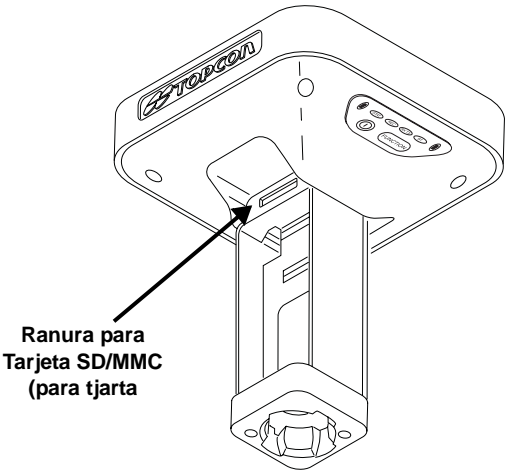

Figura 1-9. Ejemplo de Ranuras para Tarjetas del GR-3
**La ranura para tarjetas SD/MMC** se ubica a la izquierda de la MINTER dentro del compartimiento para baterías (Figura 1-9 en la página 1-20) y conecta una tarjeta opcional SD/MMC a la tarjeta del receptor para dotarlo de memoria. Una vez instalada, la tarjeta SD/MMC permanece, por lo general, dentro del receptor. Es posible acceder a los datos que residen en la tarjeta SD/MMC vía el puerto USB o serial, o la tecnología inalámbrica Bluetooth. Las tarjetas seguras digitales pueden adquirirse en tiendas locales de venta de suministros de cómputo.